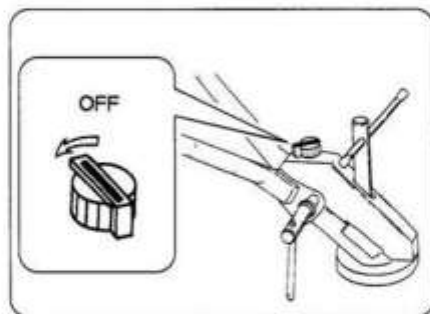

図12
- 停止スイッチを〔OFF〕位置にしてください。エンジンが停止します。(図12)